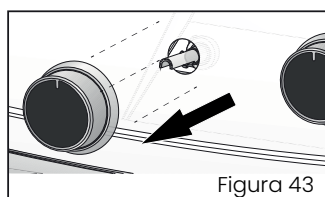

Figura 43
- Retire las perillas que controlan el paso halándolas con cuidado (ver figura 43).